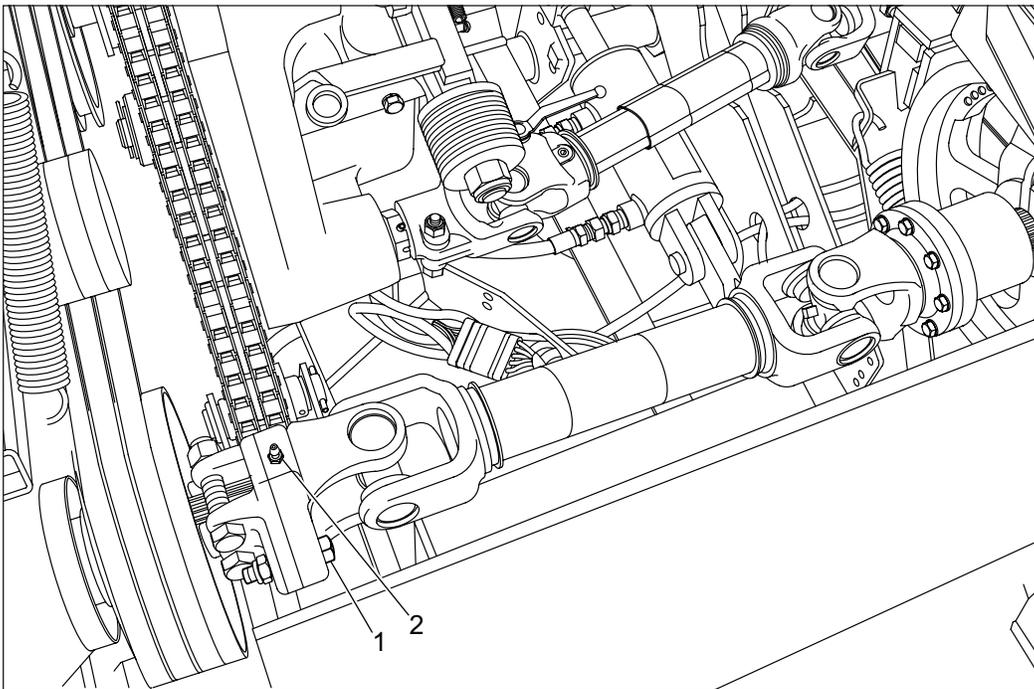

Figure 94
8. Aligner et retirer de façon manuelle le boulon de cisaillement de la tête de coupe (item 1 à la figure 94);
BOULON DE CISAILLEMENT - FIGURE 94